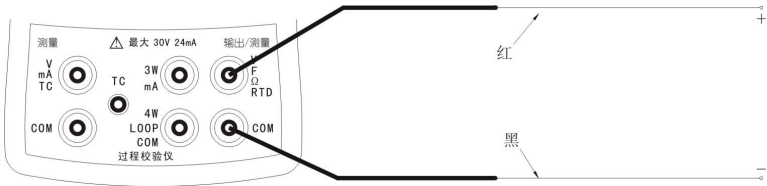

图 12 输出/测量端电压/电阻/频率/模拟热电偶/模拟热电阻输出
- (1) 按  选择输出模式。
- (2) 按  选择直流电压“V”或“mV”输出。
- (3) 按图 12 连接测试表笔。
- (4) 按数字键输入需要输出的值，然后按 。
- (2) 按  直至屏幕下方显示“Ω”输出。
(3) 按图 12 连接测试表笔。
(4) 按数字键输入需要输出的值，然后按 。
- (2) 按右侧  选择热电偶输出。若有需要，继续按  键可切换热电偶类型。
- (3) 按图 12 所示连接测试表笔。
(3) 按图 12 所示连接测试表笔。
(4) 按数字键输入需要输出的温度值，然后按 确